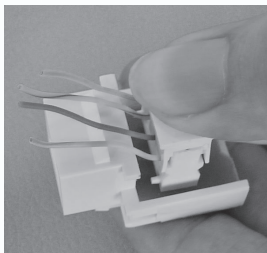
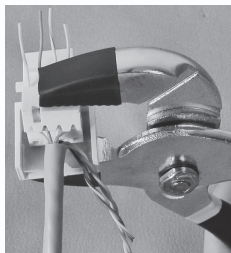

图4-24 用手压紧压盖
图4-25 用模块钳压紧压盖
4) 扣上压盖，用力向下压紧压盖，如图4-24所示。初学者可以用模块钳压紧压盖，把4芯线压入刀片底部，如图4-25所示。